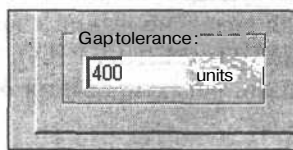

Рис. 8.14. Задание значения системной переменной **HPGAPTOL**
2. В поле **Gap tolerance** (Допуск замкнутости) установите в единицах чертежа значение разрыва, превышающее то, которое имеется на рисунке (рис. 8.14).